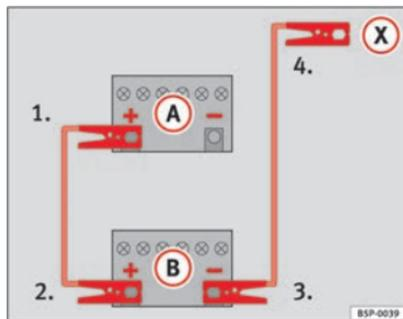

Abb. 245 Schema für das Anklemmen der Starthilfekabel
In der ⇒ Abb. 245 ist (A) die entladene Batterie und (B) die stromgebende Batterie.
- 1. Klemmen Sie ein Ende des roten Starthilfekabels an den Pluspol ⇒ Abb. 245 (+) des Fahrzeugs mit der entladene Batterie ⇒ ⚠.
- 4. Klemmen Sie das andere Ende des schwarzen Starthilfekabels (X) beim Fahrzeug mit der entladene Batterie an ein massives, fest mit dem Motorblock verschraubtes Metallteil oder an den Motorblock selbst an, jedoch nicht in der Nähe der Batterie ⇒ ⚠.